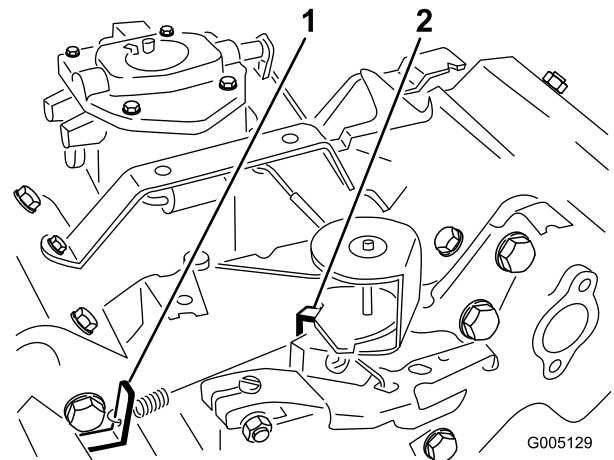

Figura 48
- Doble la pestaña de anclaje del muelle de regulación del ralentí (Figura 48) hasta obtener una velocidad de ralentí de  $1650 \pm 100$  rpm. Compruebe la velocidad con un tacómetro.
- Mueva el control del acelerador a la posición Rápido. Doble la pestaña de anclaje del muelle de alta velocidad (Figura 48) hasta obtener una velocidad alta de  $2850 \pm 50$  rpm.